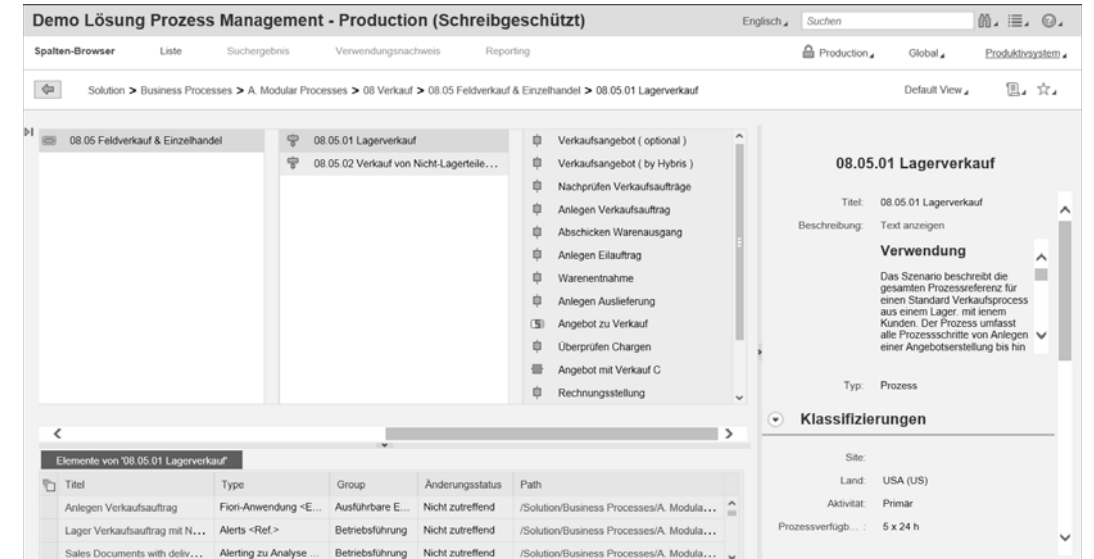

Abbildung 3.29 Produktiv-Branche vor der Freigabe der Entwicklungsbibliothek und ihrer Inhalte
**Produktiv-Branche** Nach dem Deployment wird die Lösungsdokumentation einer Änderung freigegeben und in den Produktiv-Branche kopiert. Anschließend wird sie von dort in den Wartungs- und in den Betriebs-Branche transferiert. Abbildung 3.29 zeigt den Produktiv-Branche vor der Freigabe der Bibliotheksinhalte aus dem Entwicklungs-Branche zu dem Lagerdirektverkaufsprozess, also bevor die Lösungsdokumentation übertragen wurde.